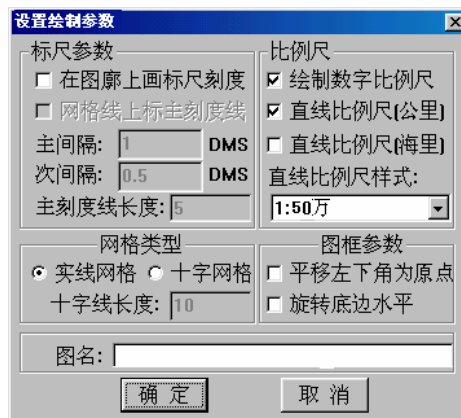

图 7-1-7 经纬网辅助参数对话框
B. 经纬度参数的单位要与①中所设置的角度单位保持一致。
⑥ 设置公里网：若选择“绘制经纬网”（打“√”为选中），则绘出来的图框是公里线构成的公里网图框，在该图框上，除了图框的四个角点标注的是经纬度外，其它标注则为公里值。
3. 设置经纬网的辅助参数：设置完上面所讲的经纬网主参数后，按“确定”按钮，系统就会弹出图 7-1-7 所示的对话框：